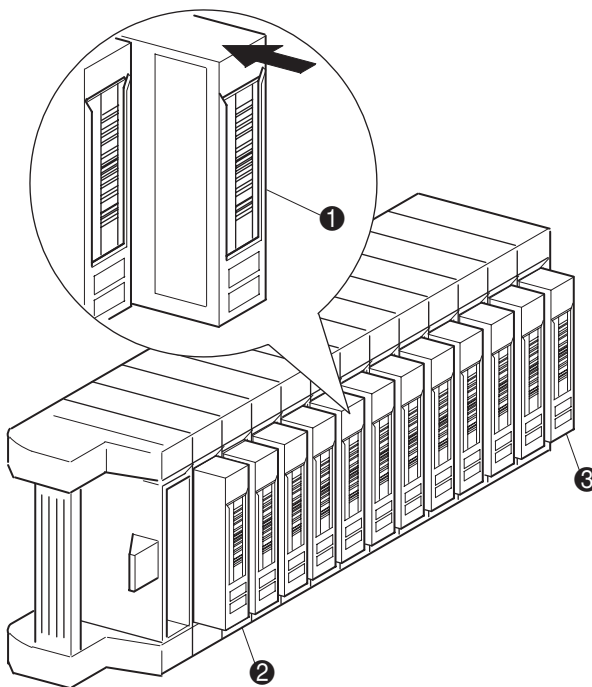

Abbildung 4-7. Linkes Bandmagazin mit eingelegten Bandkassetten
Ein vollständiges linkes Magazin ist in Abbildung 4-7 dargestellt. Beachten Sie, dass das Bandkassettenfach mit der niedrigsten Nummer ❷ das am weitesten vorne liegende Fach im Magazin ist.